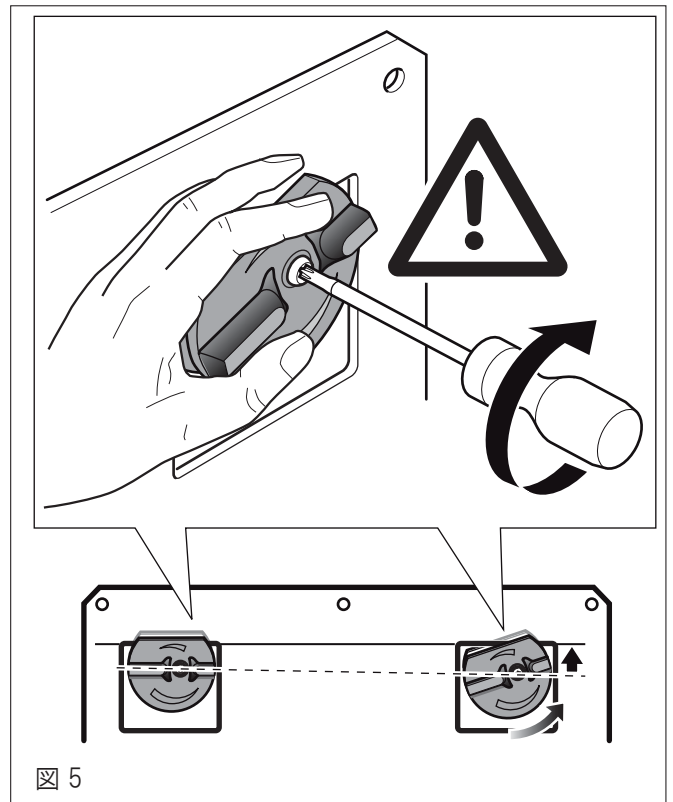

図 5
6. フード本体が水平になるよう、取付用ブラケットを回して調整してください。(図 5)